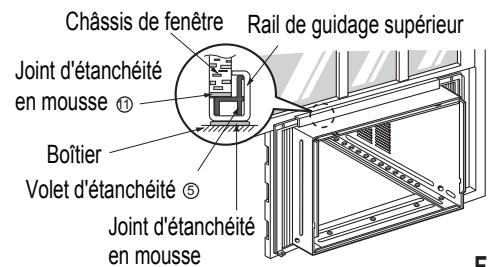

Fig. 2
2. Tout en retenant le boîtier, glissez l'appareil hors du boîtier en tirant vers l'avant sur la poignée du réceptacle d'eau. (Fig 2)
- Abaissez le châssis inférieur à l'arrière du rail de guidage supérieur jusqu'à ce qu'ils fassent (Fig. 2)
**NOTE:** Ne serrez pas le châssis de fenêtre au point où cela nuira au mouvement des volets d'étanchéité. ⑤